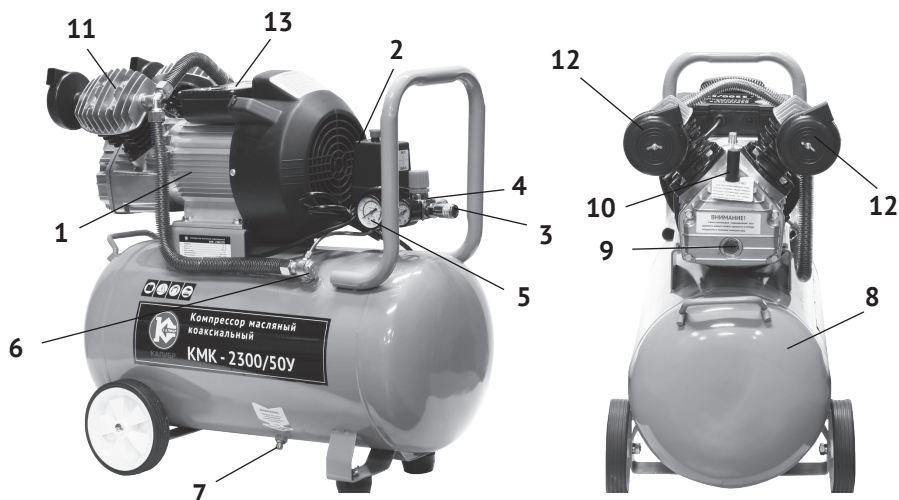
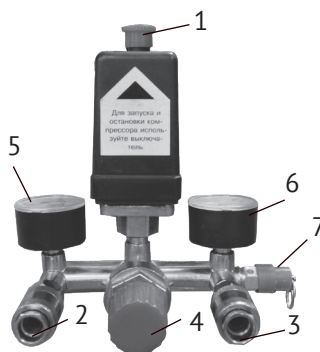

рис. 1
рис. 3
4.1 Общий вид компрессора схематично представлен на рис.1
4.2 Картер компрессорной группы (рис.1 поз.1) с двигателем закреплены на металлическом корпусе ресивера (рис.1 поз.8). Вращение якоря двигателя преобразуется кривошипно-шатунным механизмом в возвратно-поступательное движение поршней двух цилиндров. Сжатый воздух из выпускных клапанов цилиндров подаётся в ресивер. При подключении к быстроразъёмным выходным штуцерам (рис.1 поз.3) коллектора пневмоинструмента, сжатый воздух подаётся к инструменту. Выходное давление в штуцерах регулируется редуктором и контролируется манометрами.
При подключении компрессора к сети питания, убедитесь что, выключатель реле давления (рис.3 поз.1) находится в позиции «Выкл», положение «Нажато». Запустите компрессор, переведя выключатель в позицию «Вкл», положение «Отжато». Для обеспечения хорошей работы компрессора при первом запуске рекомендуется оставить компрессор работающим в течение 5 - 8 минут с полностью открытыми выходными кранами (рис.3 поз.2,3) и редуктором (рис.3 поз.4), после чего откройте вентиль слива конденсата (рис.1 поз.7), находящийся снизу ресивера и слейте конденсат. После первых 5-ти часов работы компрессора проверьте крепление винтов головки цилиндра и фильтров (рис.1 поз.12).
Давление в ресивере показывает манометр расположенный справа (рис.3 поз.6), в то время как манометр находящийся слева (рис.3 поз.5), показывает давление на выходе, которое Вы можете регулировать с помощью редуктора (рис.3 поз.4). Выходной штуцер (рис.3 поз.3) выдаёт сжатый воздух с максимальным рабочим давлением в ресивере, а выходной штуцер (рис.3 поз.2) выдаёт сжатый воздух с рабочим давлением, установленным с помощью редуктора (рис.3 поз.4).
Так же компрессор оснащён предохранительным клапаном (рис.3 поз.7) для ограничения максимального давления в ресивере.
7.3 По окончании работы полностью сбросьте давление, открыв выходные штуцера (рис.3 поз. 2 и 3).